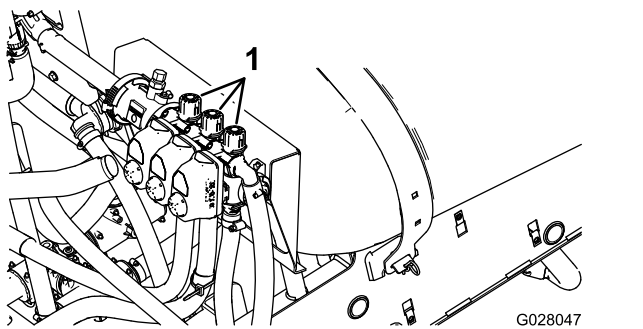

図 74
12. 右ブームバイパスバルブ 図 74 を使って、先ほどと同じ水圧一般的には $2.8 \text{ kg/cm}^2 = 2.76 \text{ bar}$ に調整する。
14. 中央ブームバイパスバルブ 図 74 を使って、先ほどと同じ水圧一般的には $2.8 \text{ kg/cm}^2 = 2.76 \text{ bar}$ に調整する。